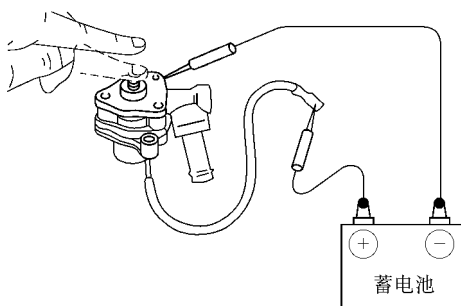

图 2-10 轻轻地按压阀检查是否不返回
3) 将 OVCV 体和配线端子连接到蓄电池接线柱上，并轻轻地按压阀，检查是否不返回，如图 2-10 所示。